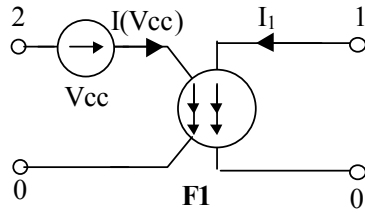

Figura 3.18
- F1 1 0 Vcc 1 (referire la figura 3.18)